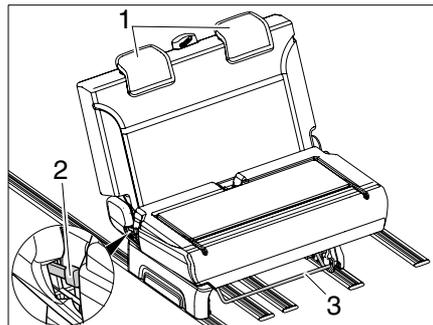

Bild 15 Sitzbank
- ▷ Nicht auf den Bügel (Bild 15,3) stehen.
- ▷ Sitz-Schlafbank nicht am Bügel (Bild 15,3) tragen.
- ▷ Sitz-Schlafbank nur im Sitzen verschieben. Nicht seitlich am Bügel (Bild 15,3) die Bank in Position schieben oder ziehen.
- Bügel (Bild 15,3) ziehen und Sitzbank nach vorne schieben.
- Kopfstützen (Bild 15,1) abbauen.
- Hebel (Bild 15,2) ziehen und Sitzbanklehne nach hinten klappen.
- Hebel (Bild 15,2) zur sicheren Arretierung der Rückenlehne wieder nach unten drücken.